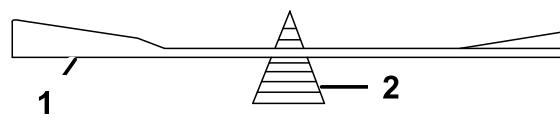

Figure 62
2. Vérifiez l'équilibre de la lame en la plaçant sur un équilibrEUR (Figure 62).